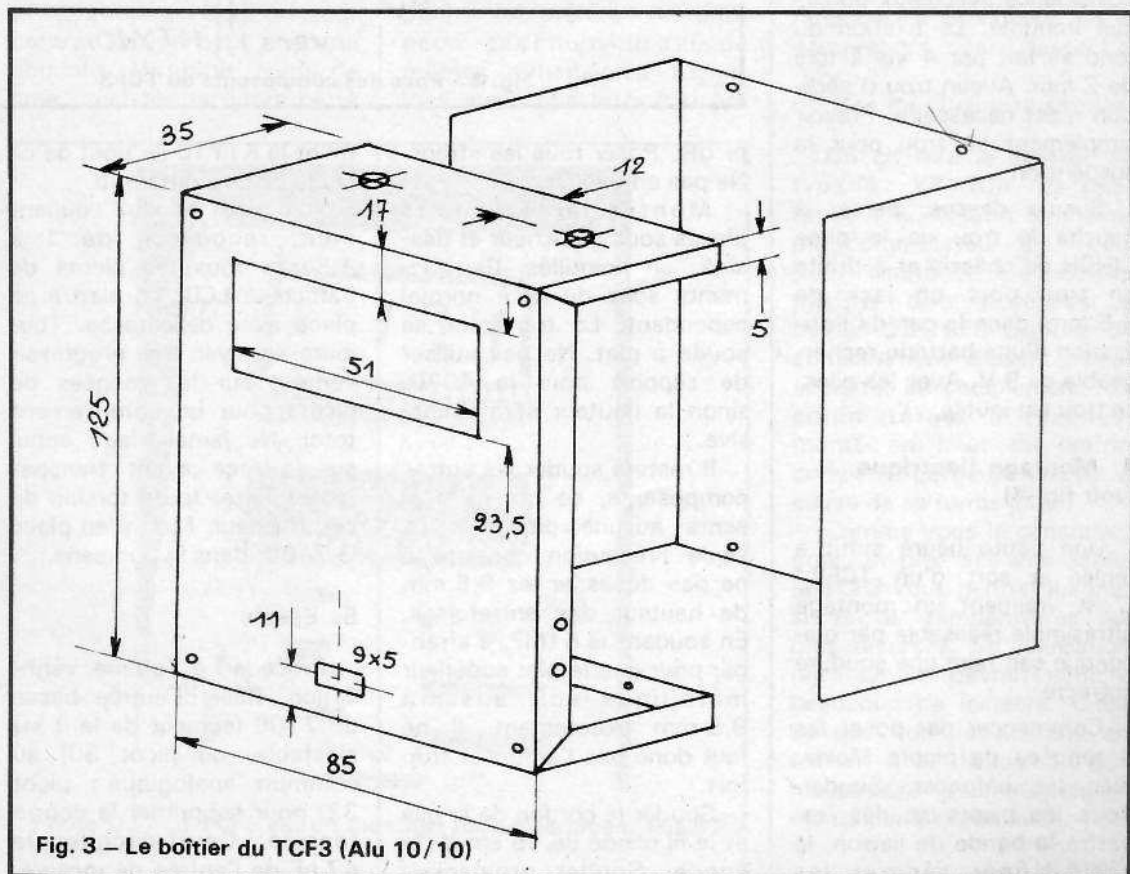

Fig. 3 - Le boîtier du TCF3 (Alu 10/10)
3. Le boîtier (voir fig. 3)
La platine est montée dans le boîtier et fixée par 4 vis à tête. Un rhodoïd transparent non coloré est placé dans la fenêtre d'affichage et protège le LCD. Il faut engager le haut de la platine d'abord pour une mise en place facile. On notera sur la figure 3 que deux trous sont